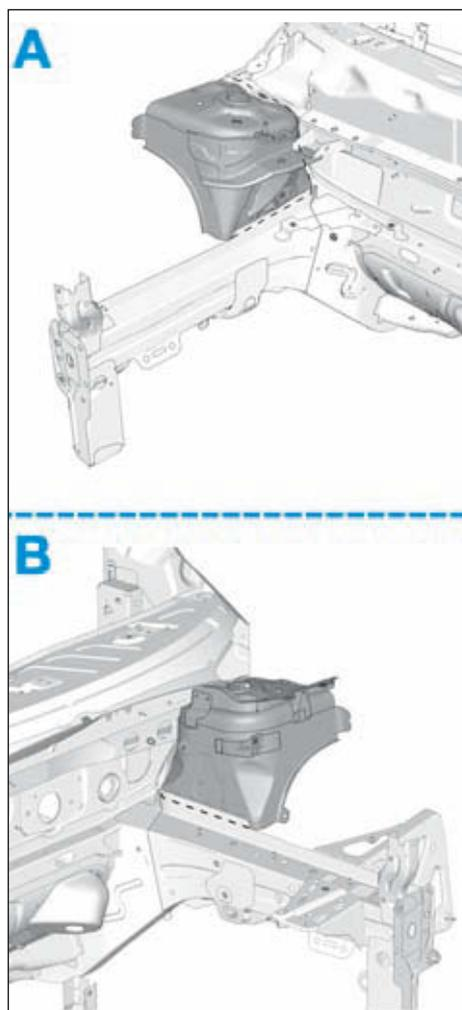

FIG.30
- Respecter les lignes de coupe (Fig.30).